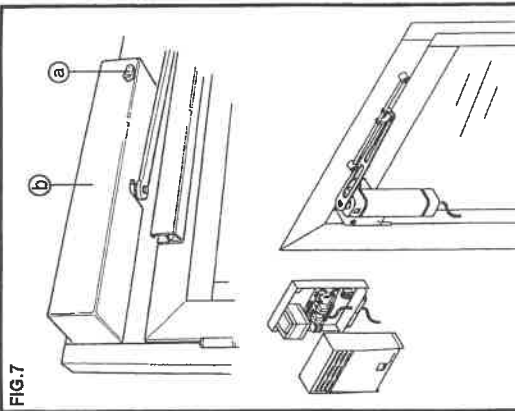

FIG. 7
a) Porte di piano motorizzate - Fig. 7
L'optional consiste in un gruppo, montato nella parte superiore della porta (Fig. 7), che contiene un motore elettrico di movimentazione comprensivo dei suoi automatismi.